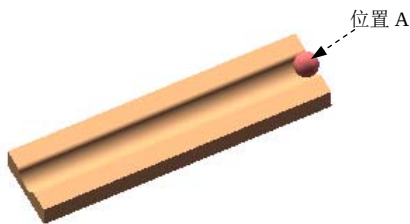

图 9.6.1 插值动画模式模型
下面以图 9.6.1 所示的模型为例，讲解插值动画模式的创建过程。
Step1. 打开文件 D:\sw15\work\ch09.06\shift.SLDASM，模型如图 9.6.1 所示，此时零件 ball 在图的位置 A。